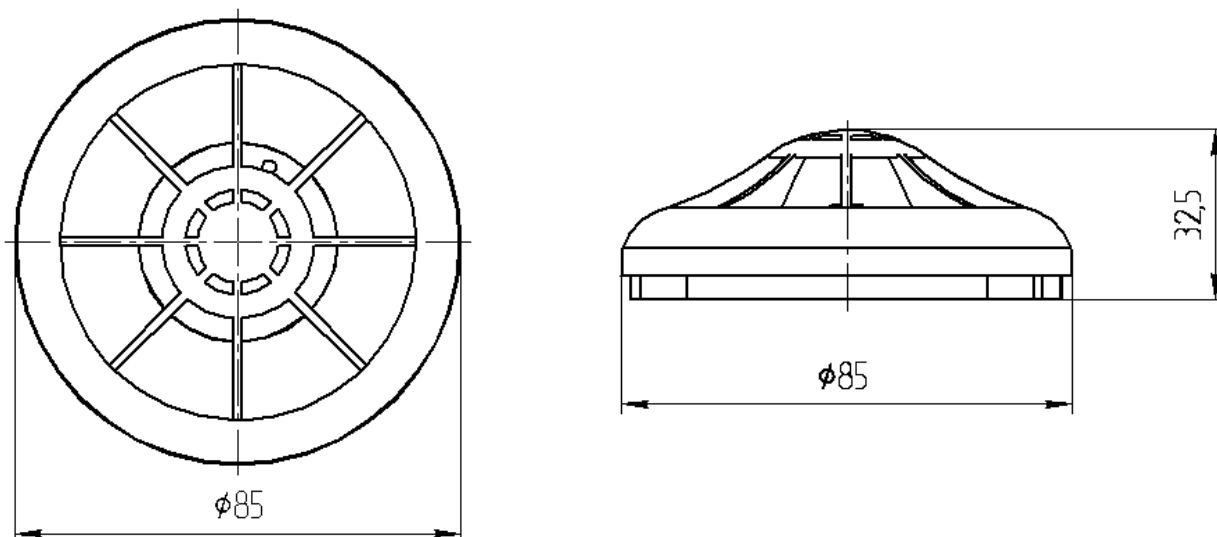
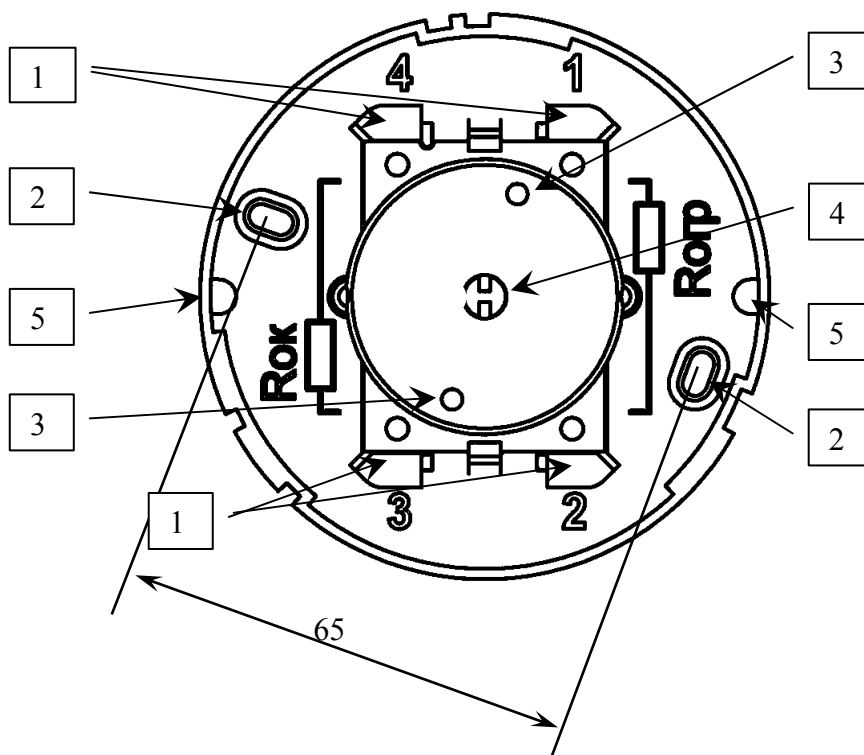

Рис. 1
Рис. 2
6.3 Извещатели размещают с учетом габаритных и установочных размеров согласно рис. 1, рис. 2.